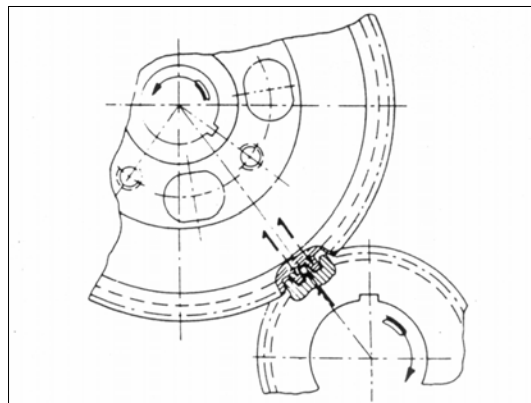

РИС. 103
ПРИМЕЧАНИЕ: Убедитесь, что зубья шестерни распределительного вала помеченные 1-1; зацеплены с зубом шестерни коленчатого вала, имеющим пометку 1 (см. рис. 103).
- 7) Установите шестерню привода распределительного вала, чтобы совпадали метки с шестерней коленчатого вала и затяните их с усилием 3,5 кг·м (рис. 103).